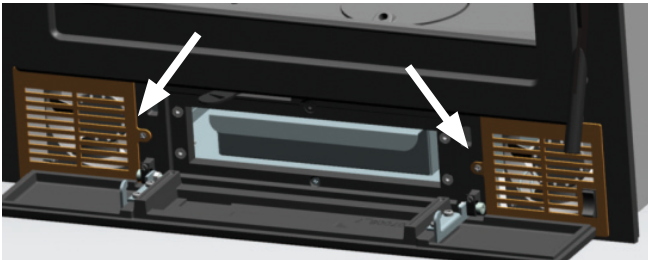

FIG. 1
1. Abrir la puerta del cenicero y retirar las rejillas de los ventiladores que están fijadas con dos tornillos. (Fig. 1)